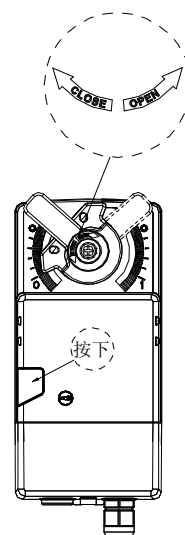

图 7
- 如图 7, 按下离合按键, 手动转动手柄使阀体开关(力过大转不动时需要用工具辅助)。